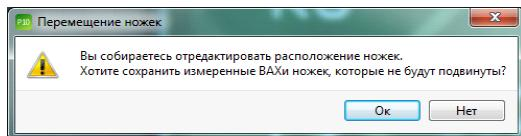

Рисунок 23. Диалоговое окно ПО EyePoint P10b при редактировании ножек эталонной платы с имеющимися BAX.
4. При выборе пункта «Редактировать расположение ножек» передвинуть необходимые точки на контактные площадки компонента и нажать кнопку «Добавить». Если изменения вносятся в эталонную плату с уже имеющимися BAX, появится диалоговое окно с предупреждением (Рисунок 23).